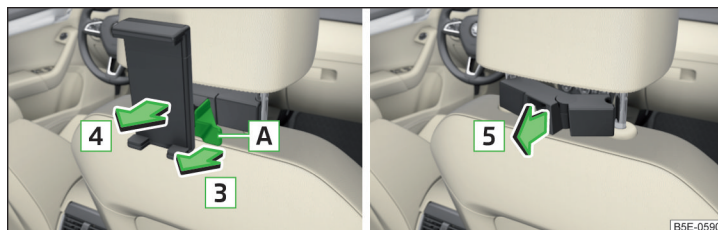

Fig. 99 Retirar: Soporte / adaptador
- Para **retirar**, tirar en el cinturón de seguridad **A** en el sentido de la flecha **3** y tomar el soporte del adaptador en el sentido de la flecha **4** » fig. 99.